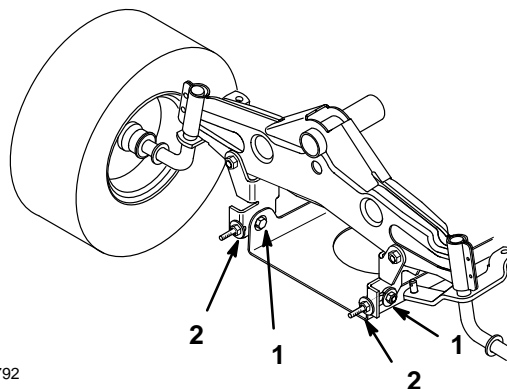

Figure 53
5. Pour régler l'inclinaison avant/arrière des lames, desserrer légèrement les boulons de fixation de la plaque pivotante avant (Fig. 53).
6. Visser ou dévisser les contre-écrous des boulons à oeil pour corriger l'inclinaison (Fig. 53): visser les contre-écrous des boulons à oeil pour relever l'avant de la tondeuse, ou les dévisser pour l'abaisser.
7. Après avoir réglé de manière égale les contre-écrous des deux boulons à oeil, contrôler de nouveau l'inclinaison avant/arrière. Poursuivre le réglage des boulons à oeil jusqu'à ce que la pointe avant de la lame soit de 0 à 9 mm (0-3/8") plus bas que la pointe arrière (Fig. 53).
8. Quand l'inclinaison avant/arrière est correcte, resserrer les boulons de fixation de la plaque pivotante (Fig. 53).